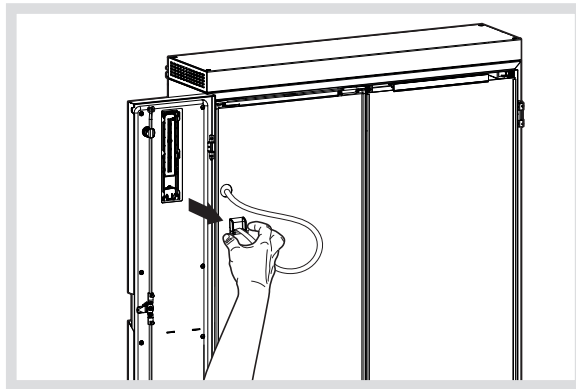

Bild 14: Stecker der LED-Statusanzeige abziehen
- Dazu vor der Demontage der linken Tür den Stecker an der LED-Statusanzeige abziehen (Bild 14).